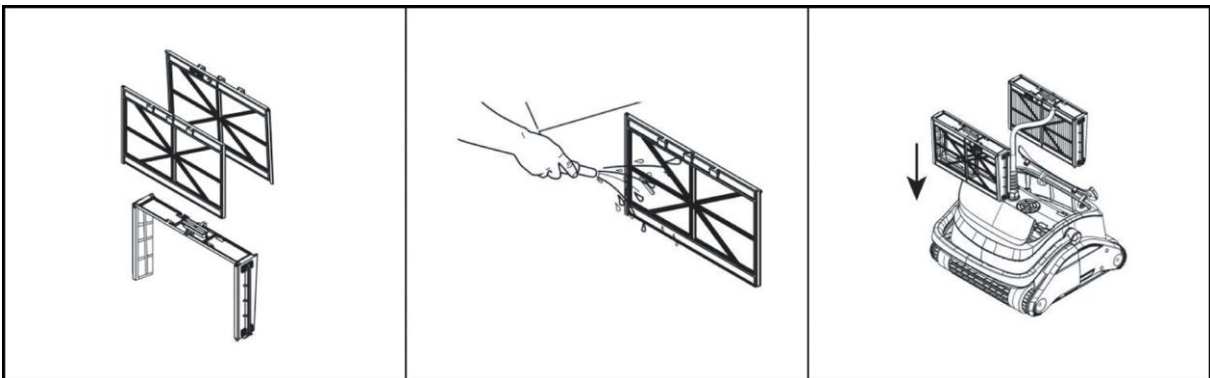

Fig. 6
- Limpie también regularmente las cestas de filtro, desplazando las rejillas laterales hacia arriba y limpiándolas a fondo (Fig. 6).